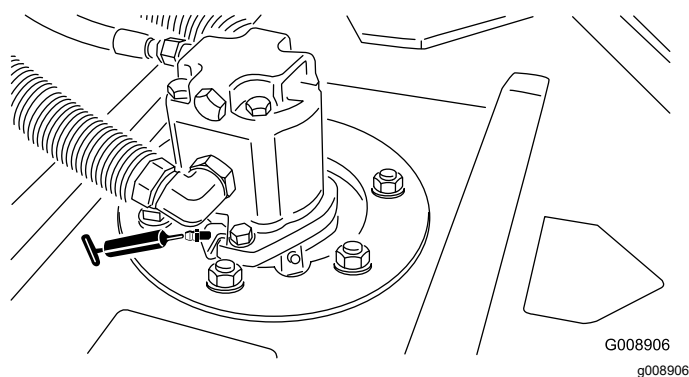

Figura 43
- Cuscinetti dell'asse del perno dell'apparato di taglio (1 per apparato di taglio) (Figura 43)